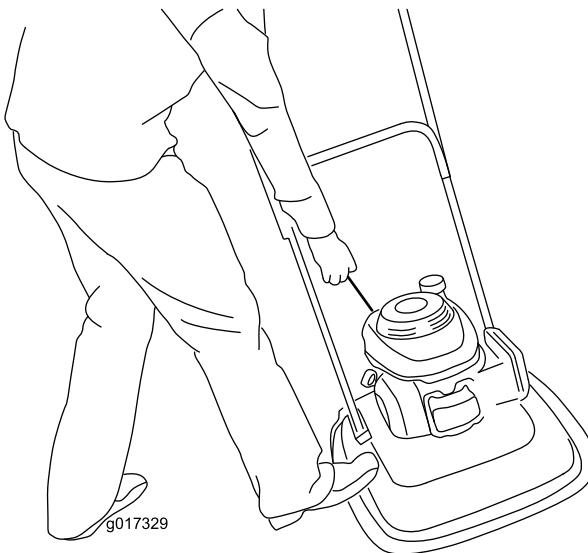

Figura 16
| 3. Ponga el pie sobre la carcasa e incline la máquina hacia usted (Figura 16). | |
3. Ponga el pie sobre la carcasa e incline la máquina hacia usted (Figura 16).